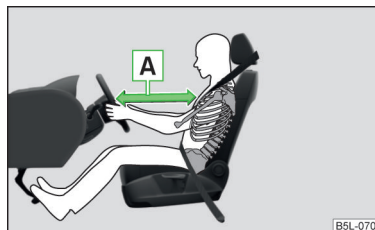

Fig. 9
- Es importante que el conductor y el acompañante mantengan una distancia mínima de 25 cm con respecto al volante y/o al cuadro de instrumentos [A] » fig. 9. Si no respeta la distancia mínima, el sistema de airbag no podrá protegerle. ¡Peligro de muerte! Además, los asientos delanteros y los reposacabezas siempre deben estar correctamente ajustados a la estatura del ocupante.